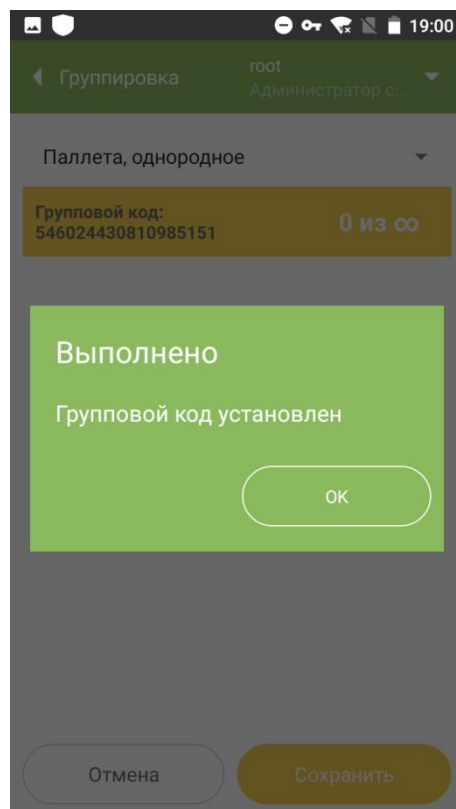

Рисунок 3.3
- 2.1.1. Просканировать групповой SSCC-код паллеты, в которую будут вложены короба. Появится всплывающее окно «Выполнено. Групповой код установлен» (Рисунок 3.3). Подтвердить нажатием «ОК».